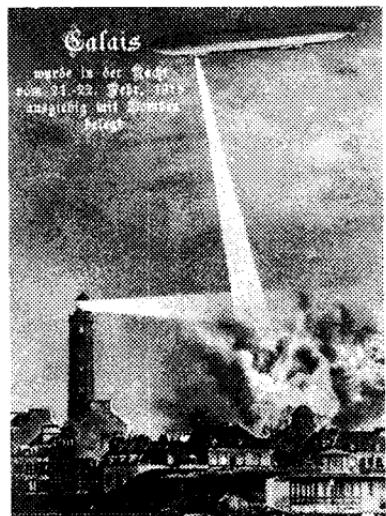

Рисунок 6.16 – Наліт німецького дирижабля на французький порт Кале
30.08.1914 р. німецька авіація вперше здійснила бомбардування наземних цілей – німці бомбили Париж. Крім літаків для бомбардувань військових і цивільних об'єктів Німеччина з 1915 р. використовувала жорсткі дирижаблі систем Цепеліна і Шотте - Ланца та м'які дирижаблі Парсевалья. 123 дирижаблі зробили 800 бойових вильотів на Лондон, Париж, Кале й інші цілі (рисунок 6.16). Авіація Великобританії і Франції активно й успішно боролася з німецькими дирижаблями. До кінця 1916 р. їх армада була знищена.